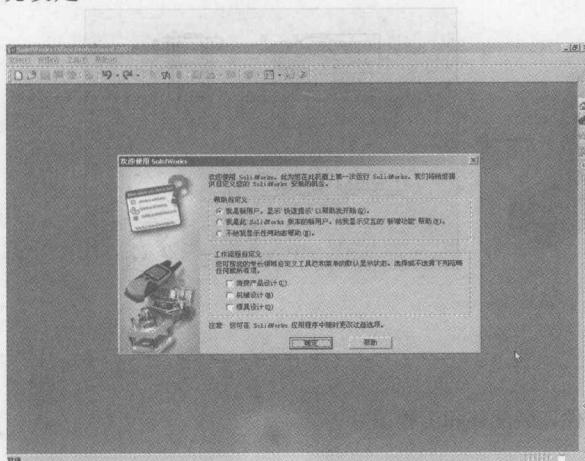

图 1-5 “欢迎使用 SolidWorks 2007”的启动界面
- (1) 单击 Windows 桌面左下角的“开始”→“程序”→“SolidWorks 2007 SPO.0”程序组。
- (2) 在 SolidWorks 2007 SPO.0 程序组中单击“SolidWorks 2007 SPO.0”项目，即可启动 SolidWorks 2007 软件。接着出现“欢迎使用 SolidWorks 2007”的启动界面，如图 1-5。此时，可以根据个人的情况选择对应的选项。单击“确定”按钮进入软件操作。